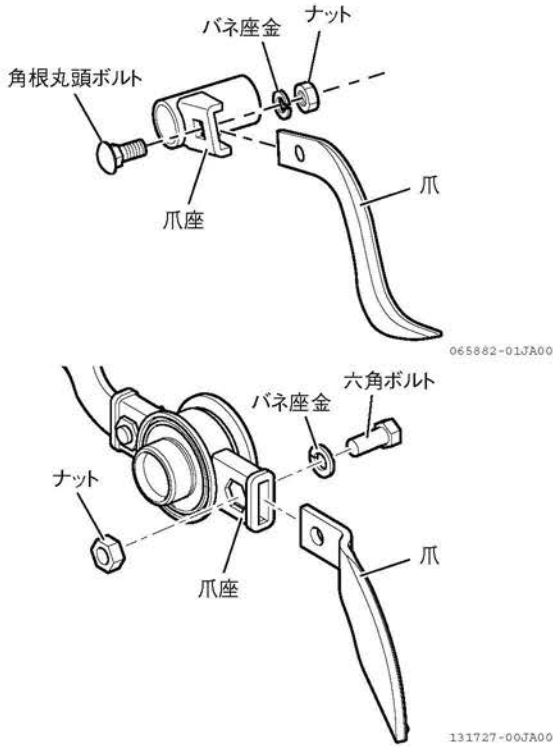

図 4-33 爪交換
1. 耕うん爪の取付ボルトを外して、爪を交換します。(図 4-33)